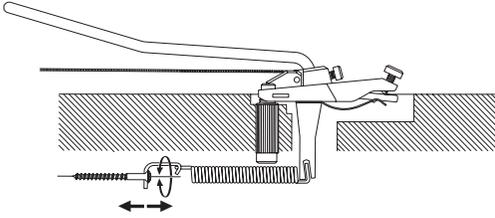
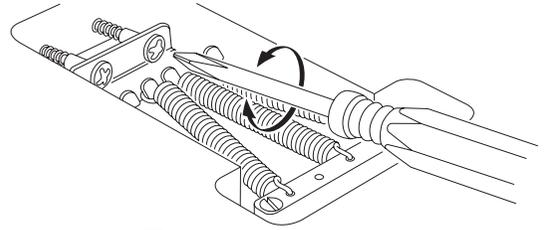

Fig. 32
Fig. 33
A locking tremolo unit is normally used in a "floating state" that allows the arm to be operated in both the downward and upward directions. The tremolo unit will operate optimally when the tension of the strings balances the tension of the tremolo springs installed inside the guitar body so that the tremolo unit is parallel with the guitar body (Fig. 32).
With the guitar tuned accurately, use a Philips (+) screwdriver to turn the tremolo spring hook screws (Fig. 33) located on the back of the guitar body. If the tremolo unit is tilted forward toward the neck, the tremolo springs are not tight enough; turn the screws clockwise to tighten the springs. Conversely, if the tremolo unit is tilted backward away from the neck, the tremolo springs are too tight; turn the screws counter-clockwise to loosen the springs.
Um eine optimale Stimmstabilität zu erzielen, sollte das Tremolo parallel zur Gitarrendecke stehen. Das Tremolo arbeitet dann optimal, wenn die Spannung der Saiten durch die Spannung der Tremolofedern im Inneren des Korpus vollständig kompensiert wird, so dass die Tremoloeinheit freischwebend parallel zur Oberfläche des Korpus steht. (Abbildung 32).
1. Öffnen Sie die Abdeckung der Federkammer mit einem Kreuzschlitzschraubendreher an der Rückseite der Gitarre (Abbildung 33).
Une unité de vibrato à verrouillage est normalement utilisée à « l'état flottant » ce qui permet d'utiliser la tige à la fois vers le bas et vers le haut. L'unité du vibrato est au maximum de ses performances lorsque la tension des cordes est équilibrée par rapport à la tension des ressorts installés à l'intérieur de la caisse de la guitare et que l'unité de vibrato est parallèle à la caisse de la guitare (Fig. 32). Une fois la guitare correctement accordée, réglez les vis d'accrochage des ressorts de vibrato (Fig. 33) situés à l'arrière de la caisse de la guitare avec un tournevis cruciforme. Si le vibrato est incliné en avant, vers le manche de la guitare, cela signifie que les ressorts de vibrato ne sont pas assez serrés, tournez les vis dans le sens des aiguilles d'une montre pour resserrer les ressorts. A l'inverse, si le vibrato est incliné vers l'arrière, les ressorts sont trop serrés, tournez les vis dans le sens inverse des aiguilles d'une montre pour détendre les ressorts.
La unidad del trémolo de bloqueo se utiliza generalmente de "forma flotante" lo que permite a la palanca ser accionada tanto hacia abajo como hacia arriba. La unidad del trémolo funcionará de forma óptima cuando la tensión de las cuerdas se equilibre con la tensión de los muelles del trémolo instalados en el interior del cuerpo de la guitarra, de forma que la unidad del trémolo quede paralela al cuerpo de la guitarra (Fig.32). Una vez afinada la guitarra con precisión, utilice un destornillados Philips (+) para girar los tornillos de enganche de los muelle del trémolo (Fig.33) situados en la parte posterior del cuerpo de la guitarra. Si la unidad del trémolo está inclinada hacia adelante en dirección al mástil, los muelles del trémolo no estarán suficientemente apretados; gire los tornillos hacia la derecha para apretar los muelles. De forma inversa, si la unidad del trémolo está inclinada hacia atrás en dirección contraria al mástil, los muelles del trémolo estarán demasiado apretados; gire los tornillos hacia la izquierda para aflojar los muelles.
Un ponte tremolo è di norma settato in modo flottante affinché la leva tremolo possa essere utilizzata nelle due direzioni (verso l'alto e verso il basso). Il ponte tremolo funziona in modo ottimale quando la tensione delle corde equilibra la tensione delle molle tremolo dietro al corpo della chitarra, cosicché l'unità tremolo risulta parallela al corpo della chitarra (fig. 32).
Con la chitarra accordata con precisione, avvalersi di un cacciavite a testa Philips (+) per girare le viti dei ganci delle molle tremolo (fig. 33) situate sul retro del corpo della chitarra. Se l'unità tremolo è inclinata in avanti verso il manico della chitarra, le molle non sono serrate a sufficienza; girare le viti verso destra per serrare le molle. Invece, se l'unità tremolo è inclinata all'indietro lontano dal manico, le molle sono troppo serrate; girare le viti verso sinistra per allentare le molle.
ロッキングトレモロは通常、アームダウン、アップの両方向が行えるフローティングの状態で使用します。弦の張力と、ギターボディ裏側に装備されたトレモロスプリングの張力の釣り合いで、トレモロ本体がおおよそギターボディと平行(Fig.32)な状態に調整することで最適なアーミングが行えます。
正確にチューニングした状態で、ギターボディ裏にあるトレモロスプリングフックのスクリュー(Fig.33)を(+)ドライバーで回します。トレモロが、ネック側に対して前方へ傾きすぎている場合は、トレモロスプリングの力が弱いため、スクリューを時計方向に回してスプリングを張ります。反対に、トレモロがネック側に対して後方へ傾きすぎている場合は、スプリングの力が強すぎますので、スクリューを反時計方向に回してスプリングを緩めます。